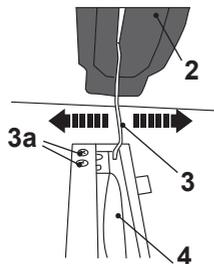

Fig. 2
4. Assegure que a faca para fender (3) está posicionada acima da lâmina (4) com uma folga suficiente entre a faca para fender e a lâmina. A lâmina em rotação (4) não deve tocar na proteção da lâmina (superior) (2) durante a operação. Reajuste a posição esquerda/direita da faca para fender (3) se a lâmina em rotação (4) tocar no lado interno da proteção da lâmina (superior) (2) (Fig. 2).
- A faca para fender (3) tem de estar alinhada com a lâmina (4). Verifique o alinhamento usando uma régua.